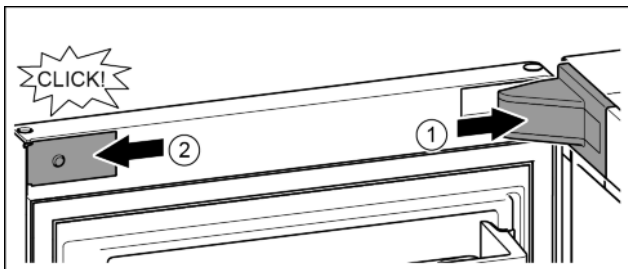

Fig. 22
- ▶ Nasadíte a zaklapnete kryt stojanu ložiska, příp. opatrně přitlačte od sebe. Fig. 22 (1)
- ▶ Z boku nasadíte záslepku a zaklapnete. Fig. 22 (2)